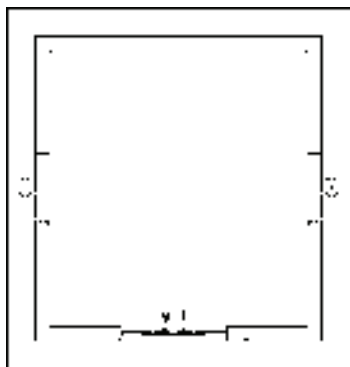

图 7-77 打开素材
1) 按〈Ctrl+O〉组合键，打开配套光盘提供的“第7章/7.3.3 人字坡顶.dwg”文件，如图7-77所示。